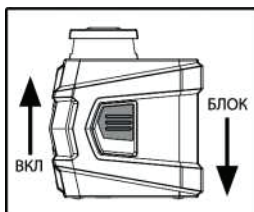

Рис.2
2. Последовательным нажатием кнопки 9 (рис. 2) можно отдельно проектировать каждую из 3-х плоскостей (рис Е, Ж, З)